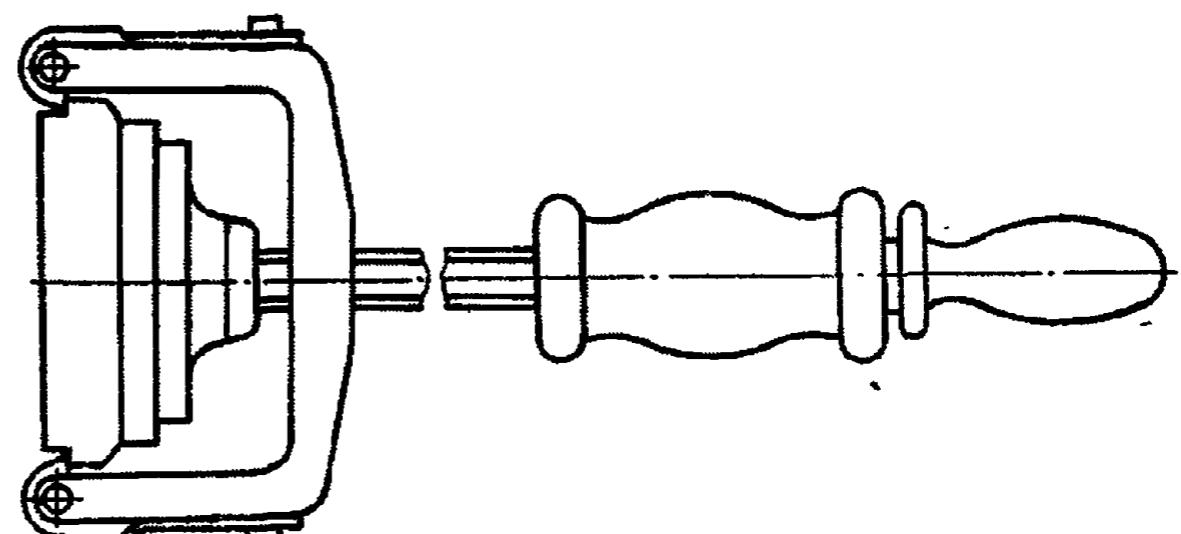

Рис. 35. Съемник И801.17.000 крышки нижней головки шатуна
5. Съемником И801.17.000 (рис. 35) снимите нижнюю крышку шатуна